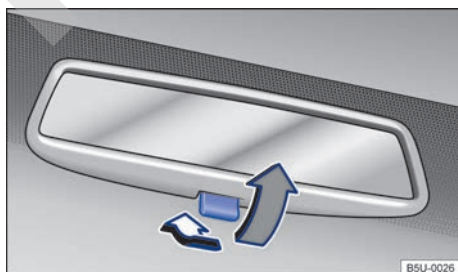

Fig. 67 En el parabrisas: espejo retrovisor interior antideslumbrante manual.
- Posición de noche: tire de la palanca → **fig. 67** (flecha gris), para evitar el deslumbramiento de los faros de los vehículos que circulan detrás.